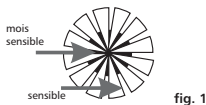

fig. 1
- Placez l'appareil de sorte que le mouvement à détecter se fasse perpendiculairement au faisceau du capteur PIR. Les mouvements transversaux sont plus rapidement détectable que les mouvements dans la direction du capteur (figure 1).